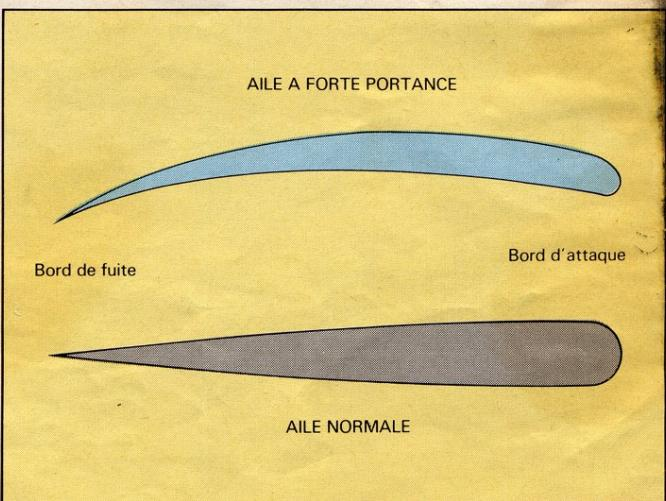

Fig. 3. – Deux formes d'aile. Les dessins d'aile à forte portance n'autorisent pas des vitesses élevées.
■ **La force P** est la composante de la vitesse selon l'angle  $i$ . C'est là un schéma rudimentaire car de nombreux paramètres interviennent, notamment la cambrure de l'aile (fig. 3).